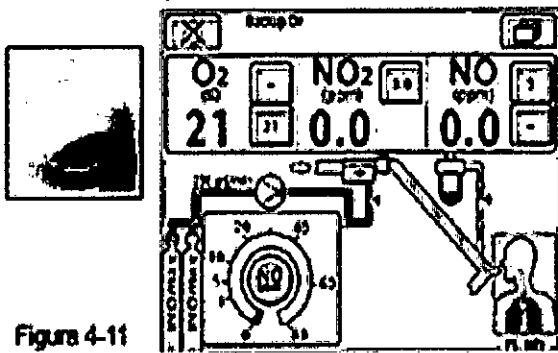

Figura 4-11
- Si está activo el panel, la pantalla principal indicará que el modo de respaldo está activado y que el modo de dosis fijada está desactivado (figura 4-11).